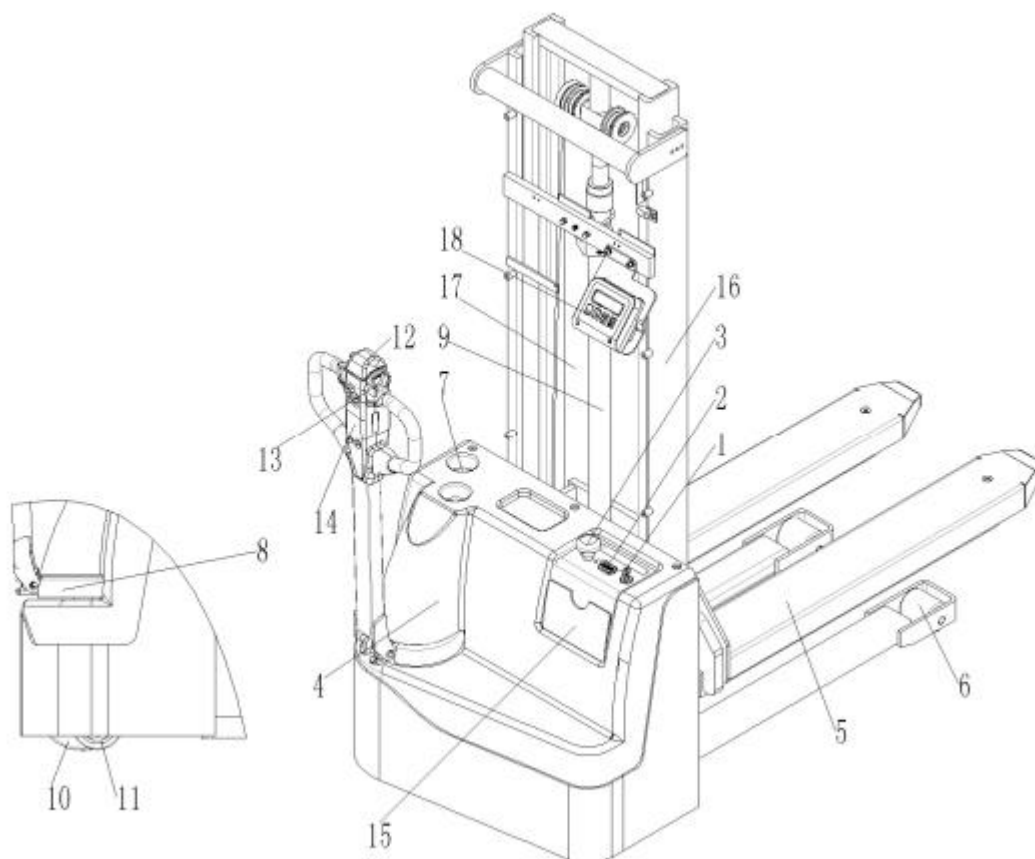

Рис. 1: Обзор основных компонентов
- Использовать штабелер без защитного экрана (Рис.1, п. 17).